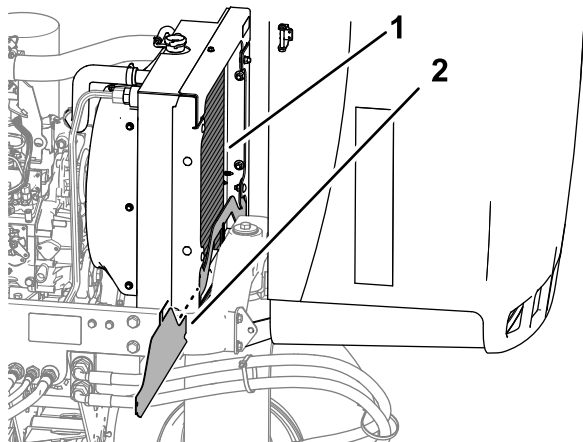

図 82
4. 下側ラジエターシールドを外す 図 82。
5. ラジエターの裏表を、水または圧縮空気で丁寧に清掃する 図 82。